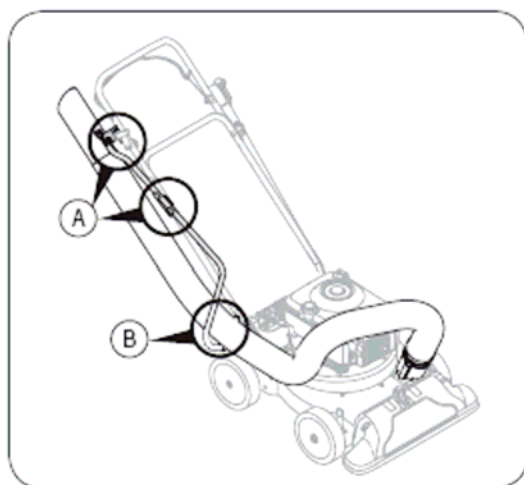

Figure 6
5. Уложите шланг изогнутым концом рядом с нагнетательным патрубком (смотри рисунок 6).